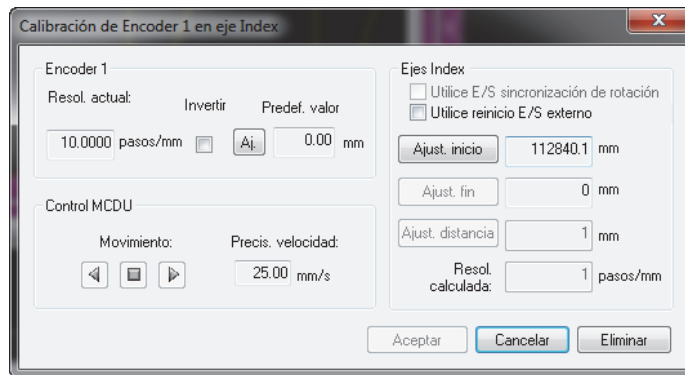

Figura 5-15 Cuadro de diálogo Calibración del codificador para el codificador 1 sobre el eje de escaneo
4. En el cuadro de diálogo **Calibración de codificador** (ver el ejemplo de la Figura 5-15 en la página 183), siga los siguientes pasos: